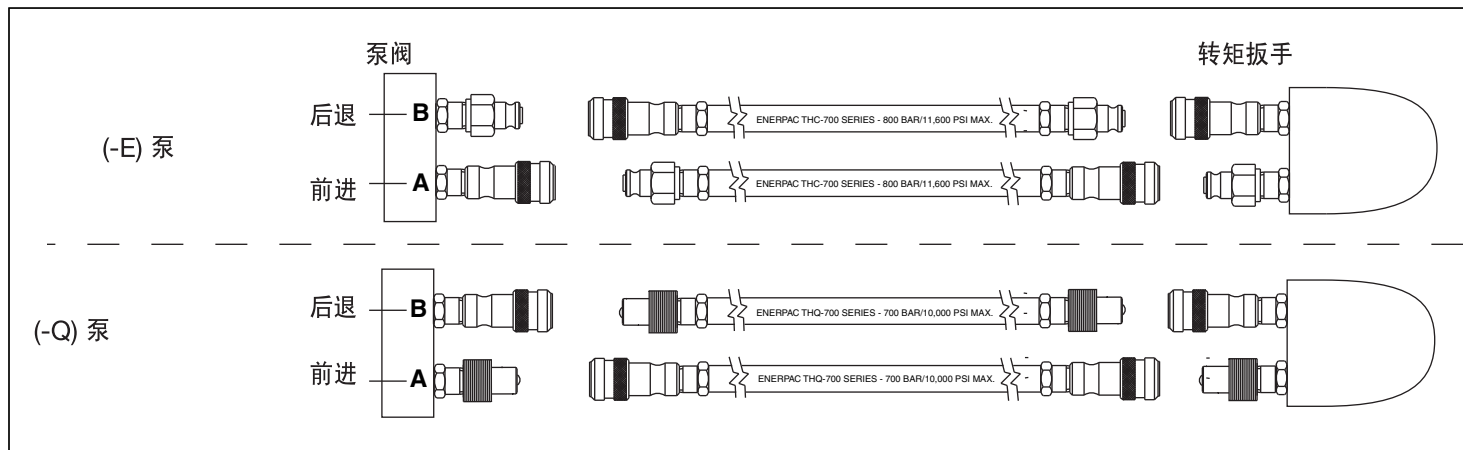

图5
按适合所用泵类型 (-E) 或 (-Q) 的方法连接软管。请参阅图 5。
2. 适合使用 Enerpac S 和 W 扭矩扳手及其他品牌扭矩扳手的 (-Q) 型泵:使用标有“Enerpac THQ-700 series - 700 bar/10,000 psi max”的软管。接头必须按照图 5 所示进行极化处理,以确保扳手操作正确性。操作前确保接头完全啮合并已拧紧。如果接头只是部分啮合,将会妨碍扳手正确操作